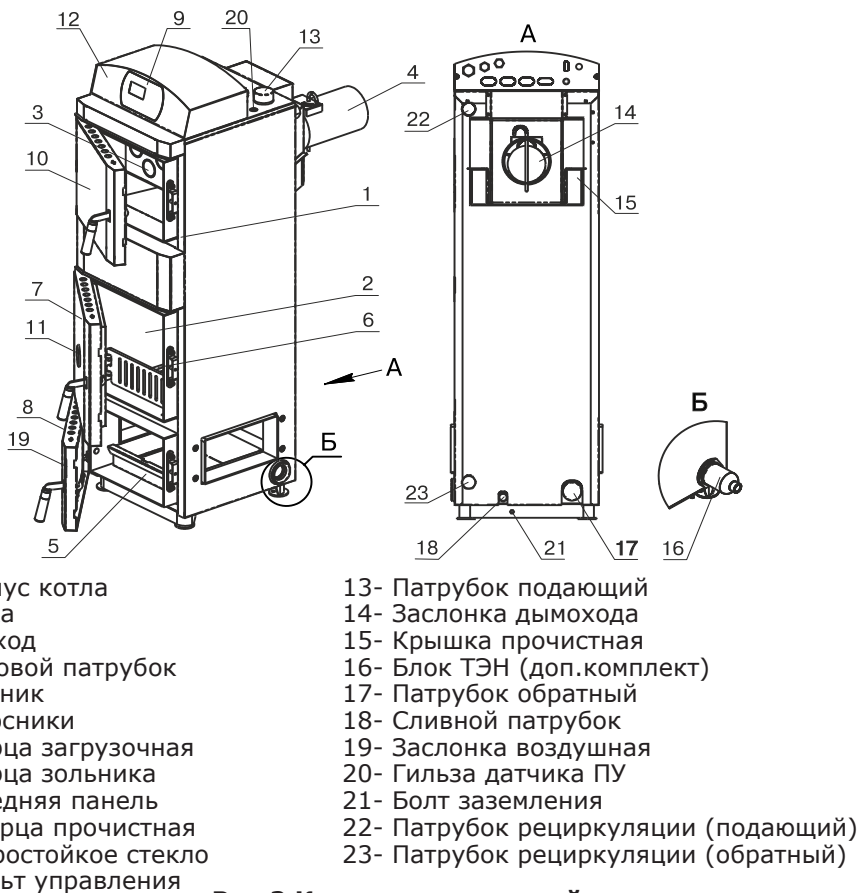

Рис.2 Котел отопительный
4.6.4. Эксплуатировать котел при температура воздуха в помещении котельной ниже 0°C, неполном заполнении системы отопления водой и с открытыми дверцами (поз. 7, 8,10) (см. рис.2).
5.2. Котел отопительный (рис.2) состоит из сварного корпуса (поз.1), топки (поз.2) конвективного газохода (поз.3) и дымового патрубка (поз.4).
5.3. В нижней части котла (рис.2) вместо заглушки может вворачиваться блок ТЭН (поз. 16), мощностью от 3 до 12 кВт и подключаться к трехфазной электросети ~380В ± 10% через пульт управления ПУ ЭВТ-И1.
Блоки ТЭН, мощностью до 9 кВт можно подключать к однофазной электросети напряжением ~220В ± 10%. При подключении блока ТЭН необходимо учитывать, что сеть электропитания должна быть рассчитана на указанные нагрузки. Датчик температуры пульта ПУ ЭВТ-И1 необходимо установить в гильзу (поз. 20), (рис.2).
- открыть загрузочную дверцу (рис.2, поз.7), вынуть дымовой патрубок (поз.4),
6.9 Во избежание конденсации продуктов сгорания в котле и повышения долговечности котла и дымохода отопительный котел должен быть оборудован рециркуляционной системой или смесительным устройством, поддерживающим температуру теплоносителя на входе в котел выше 65°C, (точка росы продуктов сгорания). Для монтажа системы рециркуляции на задней стенке котла предусмотрены патрубки (поз.22; 23) Рис.2.